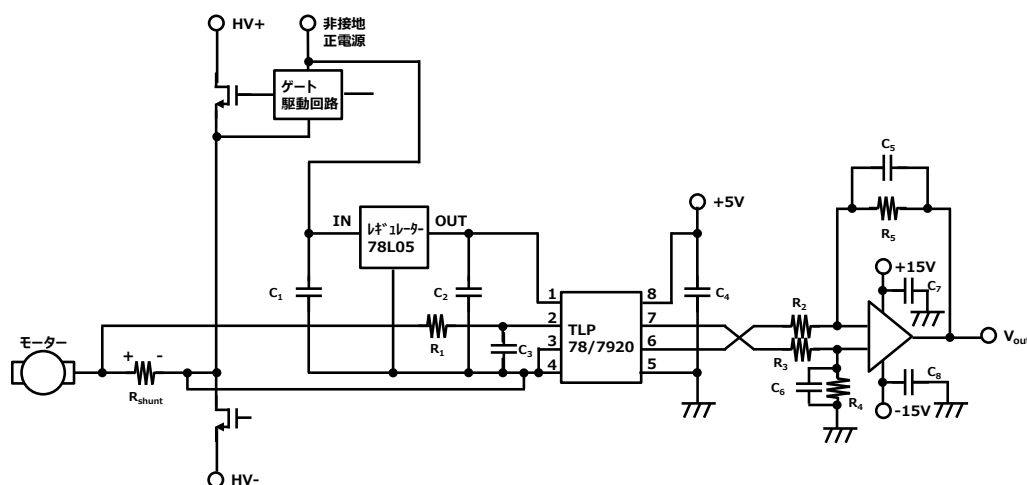

図 6. TLP7820/7920 を用いたモーター電流検出 応用回路
本項では、図 6 のモーター電流検出の応用回路を代表に、アイソレーションアンプの電流検出応用設計について述べます。
- a)  $V_{DD1}, V_{DD2}$  電源端子には、できるだけ直近(10mm 以内推奨)に  $0.1\mu\text{F}$  以上のバイパスコンデンサーを接続してください(図 6  $C_{2,4}$ )。このバイパスコンデンサーは、製品内部回路の高速安定動作に必要です。
動作追従・特性精度確保のため、入力端子に  $0.01\mu\text{F}$  のバイパスコンデンサー付加を推奨します (図 6  $C_3$ )。
- b) A/D変換器のエイリアス雑音による影響を防ぐため、入力端子部にアンチエイリアスローパスフィルターの形成を推奨します。これは、3-2a)項の入力端子バイパスコンデンサーに加え、直列抵抗(図 6  $R_1$ )を追加することで形成できます。アンチエイリアスフィルターの設計値は、信号帯域幅以上かつナイキスト周波数以下となりますので、 $400\text{kHz}\sim 1\text{MHz}$  程度の設計値を推奨します。